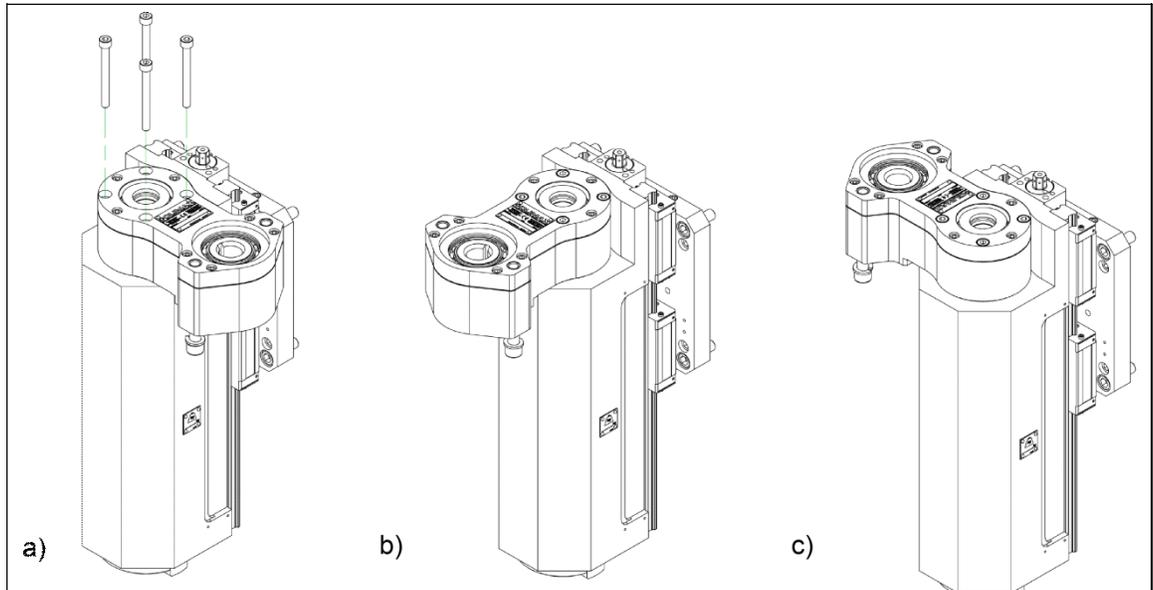

Рис. 3-54. ВРАЩЕНИЕ РЕДУКТОРА
При выполнении некоторых операций фрезерования с помощью FF8200 редуктор может соприкасаться с другими компонентами. Редуктор можно повернуть в положения, показанные на рис. 3-54 для предотвращения столкновения компонентов.
2. Извлеките четыре винта, расположенные в точках, показанных на рис. 3-54-а.
3. Поверните редуктор на 90 или 180 градусов в необходимое положение, показанное на рис. 3-54 b или c.